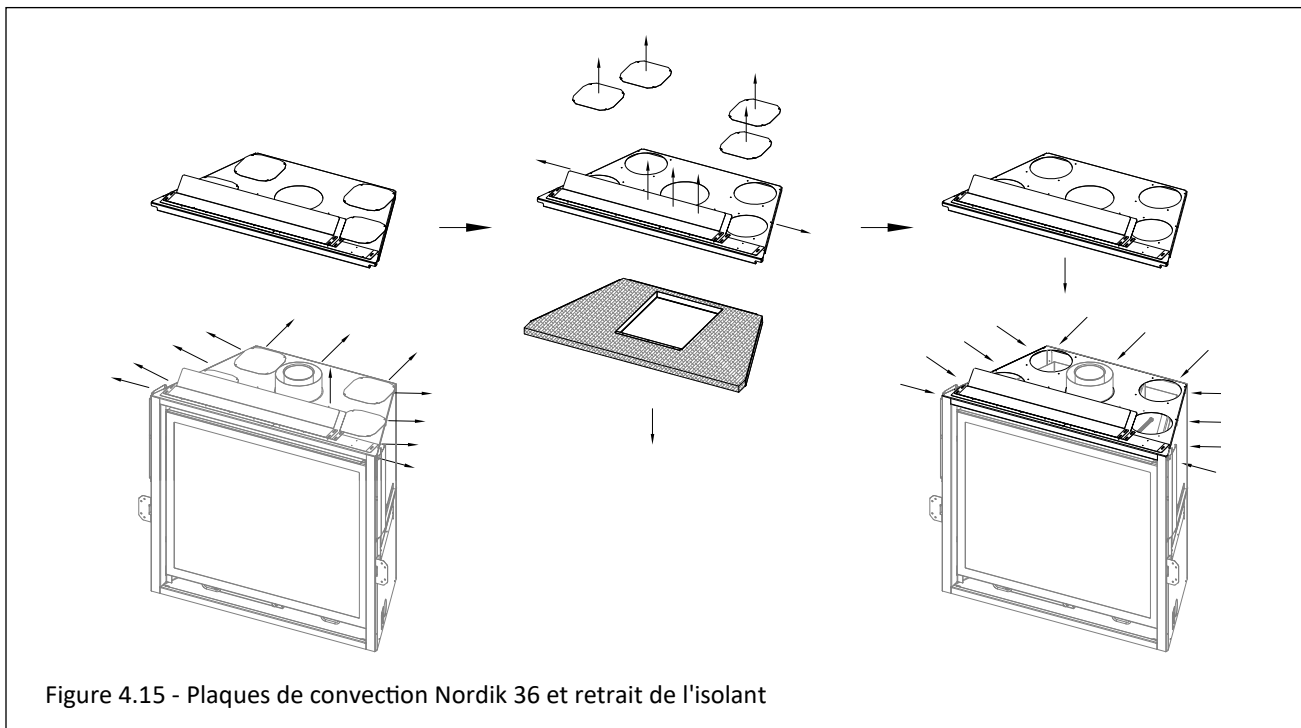
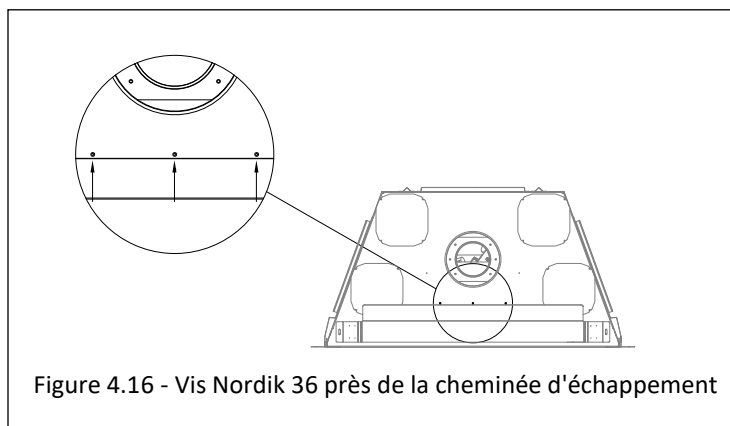

Figure 4.15 - Plaques de convection Nordik 36 et retrait de l'isolant
Figure 4.16 - Vis Nordik 36 près de la cheminée d'échappement
1. Retirez les (11) vis à tête qui fixent l'assemblage de la coque extérieure supérieure. Tirez cet assemblage vers le haut autour de la cheminée d'évacuation pour le retirer de l'appareil. Voir la première image de la figure 4.15.
2. Retirez les (4) plaques de couverture là où chaque plaque de recouvrement est fixée avec des (4) vis à tête. Voir la deuxième image de la figure 4.15. Jetez ces plaques de recouvrement.
3. Retirez (3) vis à tête du haut de l'assemblage (voir gros plan à la Figure 4.16) et (2) vis à tête sur le côté de l'assemblage (une vis de chaque côté illustrée dans la deuxième image de la Figure 4.15). Vous pouvez maintenant séparer les deux sections de l'assemblage de la coque extérieure supérieure. Retirez et jetez l'isolant et la partie inférieure de l'assemblage supérieur. De plus, jetez les (4) plaques de recouvrement illustrées dans la deuxième image de la figure 4.15.
4. Réinstallez l'assemblage de la coque extérieure supérieure sur l'appareil avec les (13) vis à tête retirées précédemment.